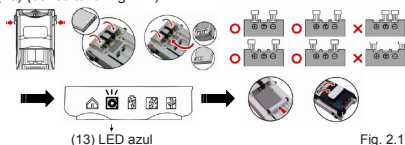

Fig. 2.1
Haga contacto con los conectores de carga de la batería hasta el que indicador de LED azul (13) se encienda, entonces asegure la batería con la barra de fijación de la placa trasera (8) o con la tapa (10) (consulte la Fig. 2.1).